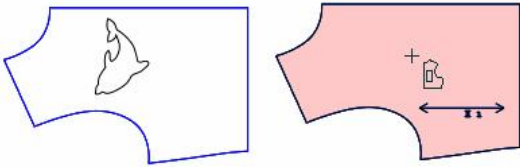

图 1
1. 用该工具在工作区纸样上击右键两次选中纸样，纸样的原结构线变色，如下图 1；